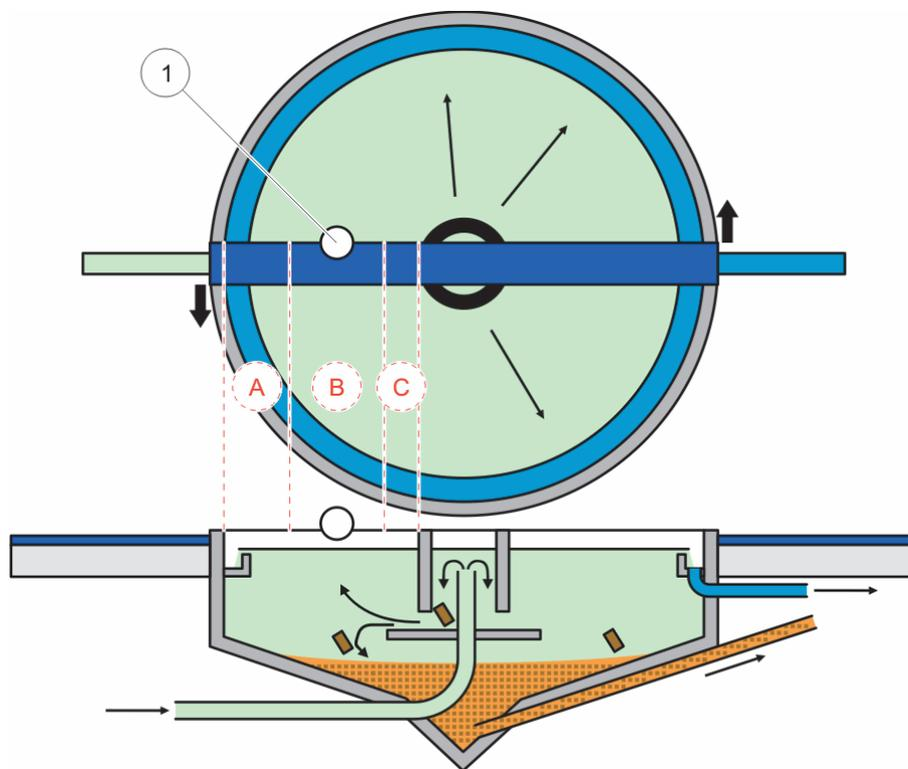
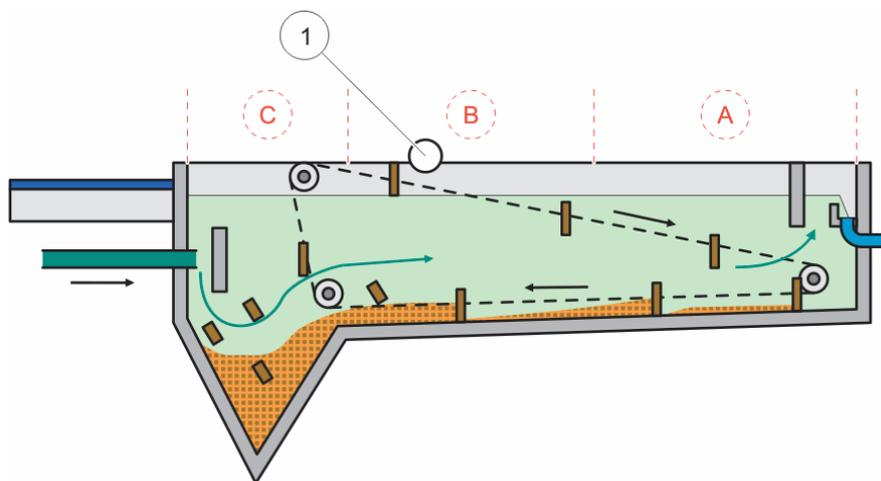

Figure 7 Graphique de bassin rond
Figure 8 Graphique de bassin rectangulaire
Vous devez trouver un emplacement de mesure adapté en fonction du type de bassin. Les graphiques suivants montrent des exemples typiques de bassin rond et de bassin rectangulaire. Le point (1) dans Figure 7 et Figure 8 désigne un emplacement de mesure adapté.
**Remarque :** Remarque sur l'installation : pour les bassins ronds dotés d'un pont racleur de boue rotatif, installez la sonde dans le sens de rotation au dos du pont (Figure 7).